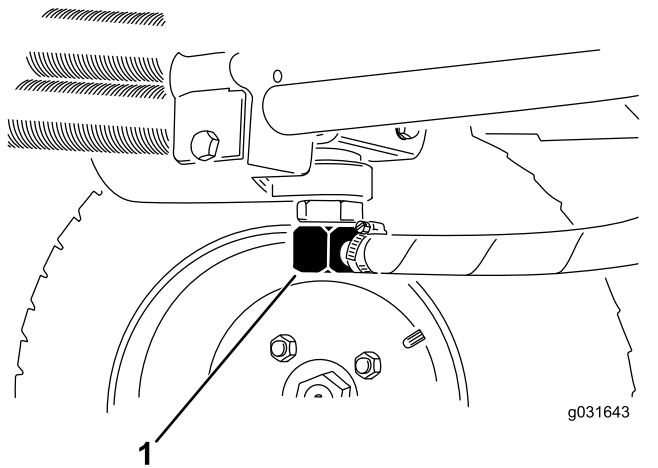
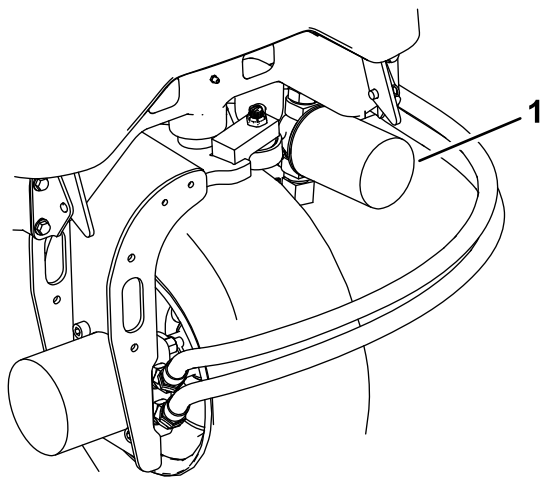

図 66
図 68
2. 油圧ラインの接続部または油圧フィルタを外し、流れ出すオイルを容器に受ける 図 68と 図 66。
3. オイルが全部流れ出たらラインを元通りに接続する 図 66。
3. フィルタ取り付け部付近をきれいに拭い、下に容器を置き、フィルタを外す 図 68。